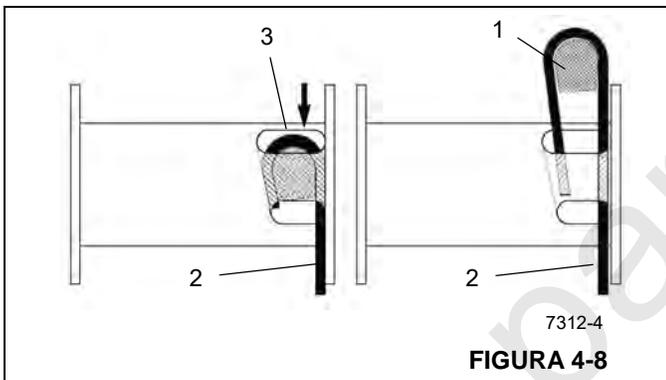

FIGURA 4-8
3. Insira o cabo através da fenda e posicione-o em volta da cunha de fixação (1, Figura 4-8).